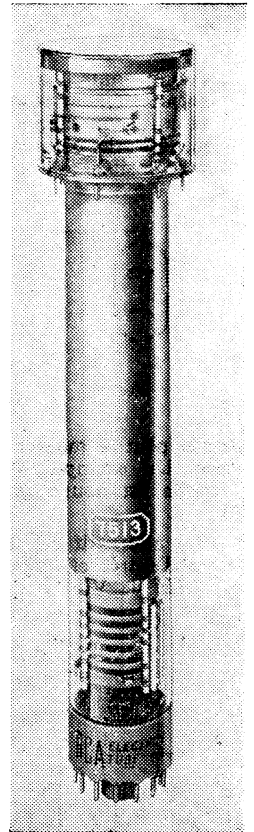
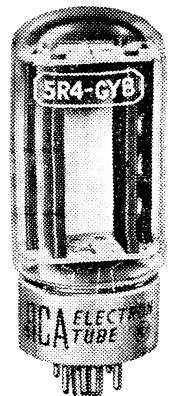

FIG. 3
FIG. 4
h) Tubes industriels : klystron, magnétron, ignitron, excitron, ainsi que bien d'autres... trons. La figure 2 donne l'aspect d'un photomultiplicateur, la figure 3 celui d'un orthicon, et la figure 4 d'un redresseur.